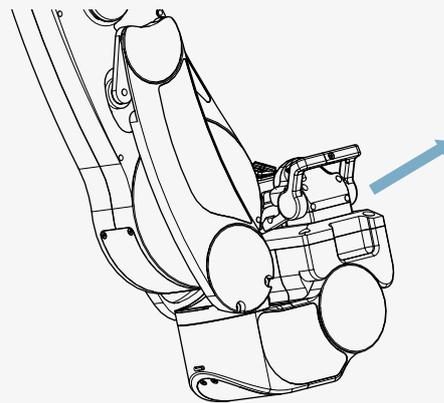

Figure 6 : Séparez le Gowing² du Power Module
ÉTAPE 8 : Déplacez le Gowing² dans une ligne inclinée jusqu'à ce qu'il soit libéré du Power Module (voir Figure 6)